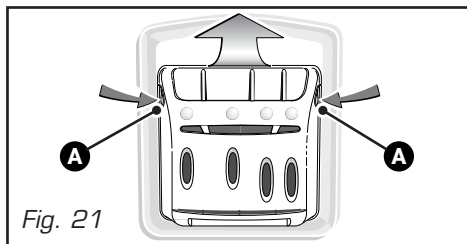

Fig. 21
- appuyez simultanément sur les bossages **A** se trouvant de part et d'autre de la boîte, celle-ci s'extrait de son logement (Fig. 21).